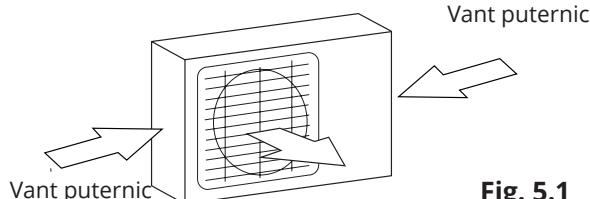

Fig. 5.1
- Daca locatia este expusa la vant puternic (in apropierea marii), unitatea va fi montata in apropierea unui perete, pentru a fi protejata. Daca este posibil asigurati un acoperis (fig. 5.1&5.2).